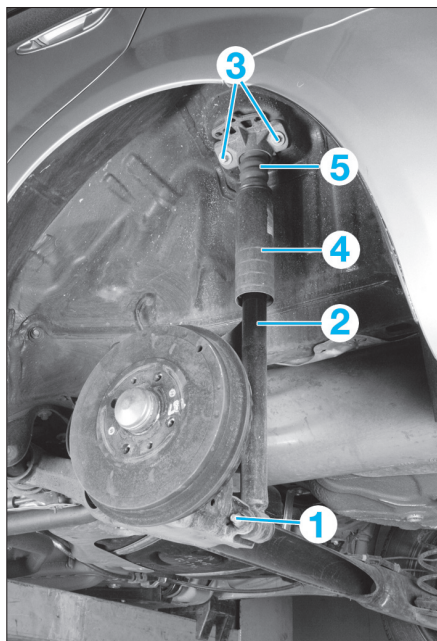

FIG. 18
- Dévisser la vis de fixation inférieure (1) de l'amortisseur (2) au train arrière (Fig.18).
- Déposer les vis de fixations supérieures (3) de la bride d'amortisseur à la caisse.
- l'ensemble soufflet (4) de protection et la butée (5).
- l'amortisseur (2).